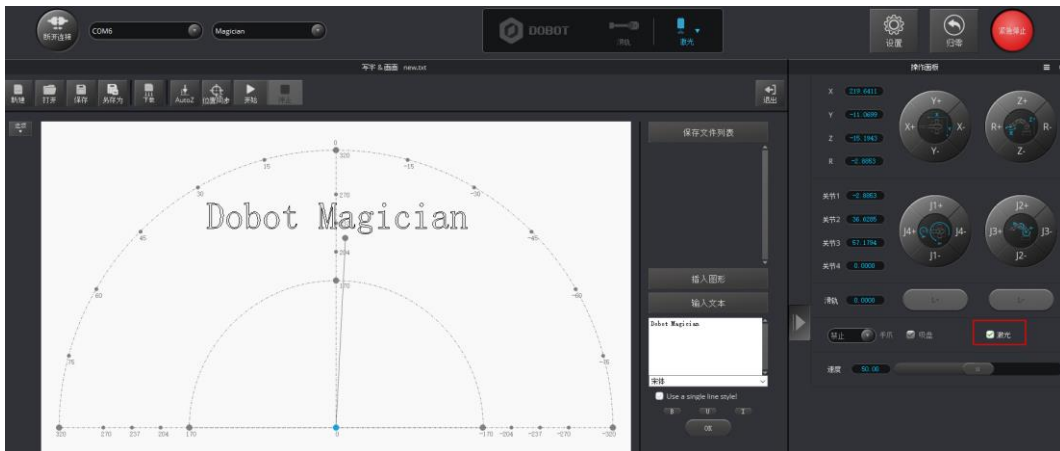

图 5.65 打开激光
**步骤 2** 在操作面板界面右下角勾选“激光”打开激光，如图 5.65所示。此时激光套件会发射激光。